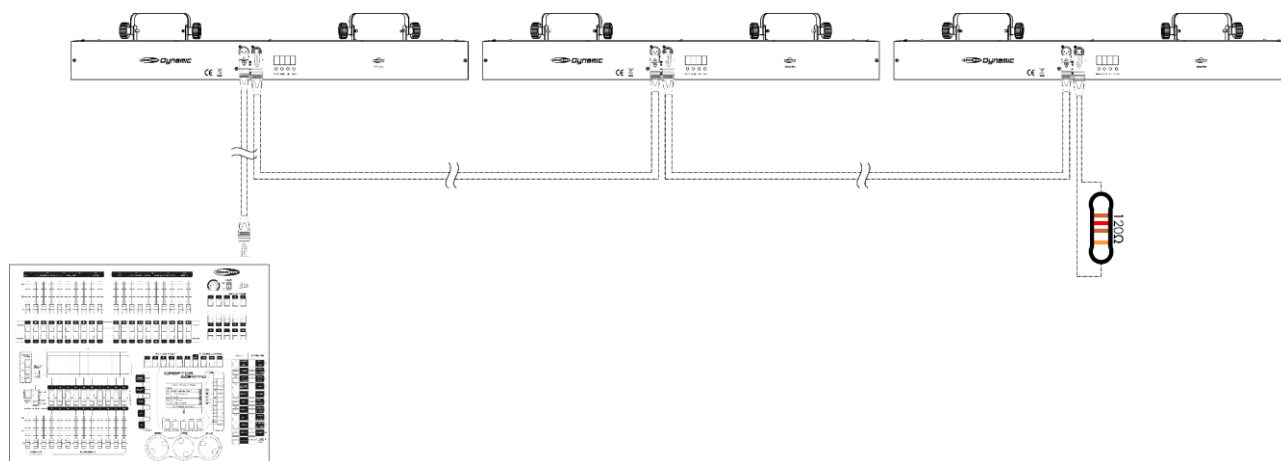

Fig. 04
- 04) Conecte las unidades entre ellas como se indica en la Fig. 04. Conecte un cable de señal DMX que vaya desde el conector DMX OUT (salida) de la primera unidad al conector DMX IN (entrada) de la segunda unidad. Repita este proceso para interconectar las unidades segunda y tercera.